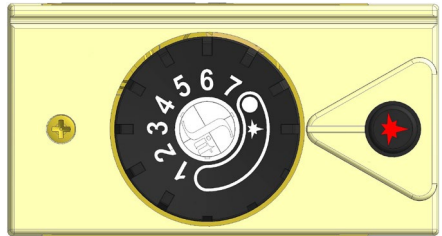

Рис. 7
6.1.2 Поверніть рукоятку управління проти годинникової стрілки в положення „розпал”: ★ (рис.7).
6.3.1 Для відключення основних пальників поверніть рукоятку управління за годинниковою стрілкою до позиції ★ (рис.7). При цьому на запальнику буде продовжувати горіти полум'я.